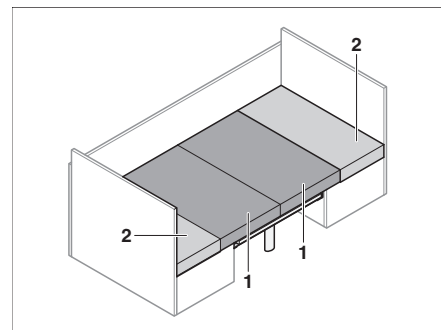

Fig. 70 Después de la transformación
- Tirar de los cojines del asiento (Fig. 70,1) hacia el centro.
- Colocar los cojines del respaldo (Fig. 70,2) entre los cojines del asiento y la pared.